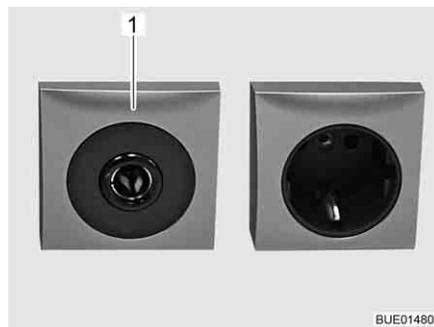

Bild 129 Steckdose 12 V/10 A
- ▷ An die Steckdosen (Bild 129,1) des 12-V-Bordnetzes nur Geräte mit maximal 10 A anschließen.